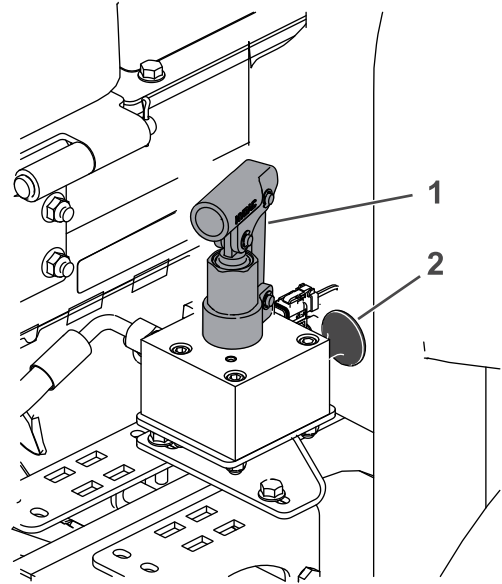

Figura 36
4. Localice el distribuidor de liberación del freno cerca de la rueda delantera derecha y detrás del depósito hidráulico (Figura 36).